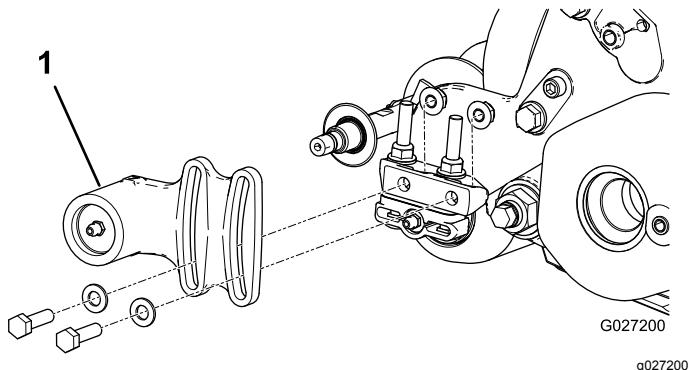
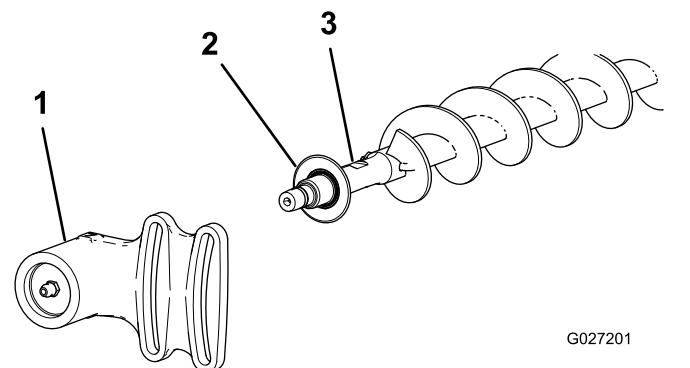

図 18
図 19
1. すでにローラーブラシが取り付けられている場合は、駆動側でない方のベアリングハウジングをベアリングハウジング取り付けブラケットに固定しているボルト2本、ワッシャ、ナットを取り外す図 18 と図 19。
2. ブラシのシャフトから、駆動側ベアリングハウジングとエクスクルーダシールを外す図 19。
9. 非駆動側ベアリングハウジングとエクスクルーダシールをブラシシャフトに取り付ける図19。